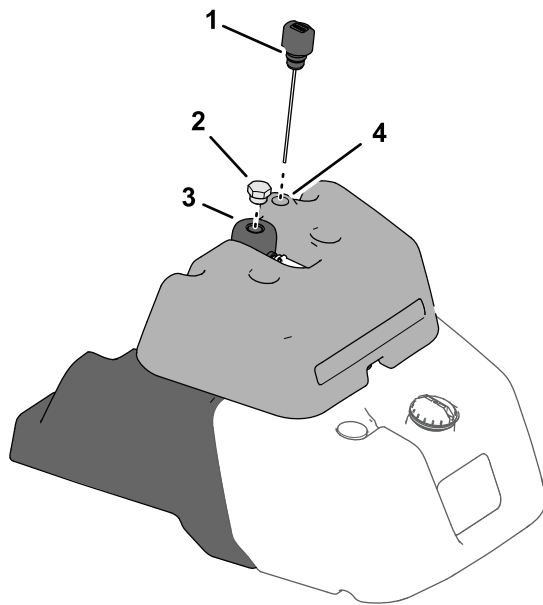

图34
- 如果油箱顶部没有燃油油位计，请找到泄漏检测油箱顶部液压系统的量油尺（图34），然后转至步骤 3。